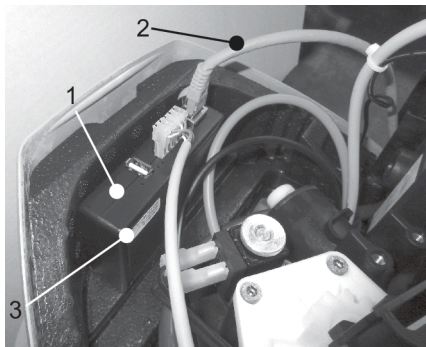
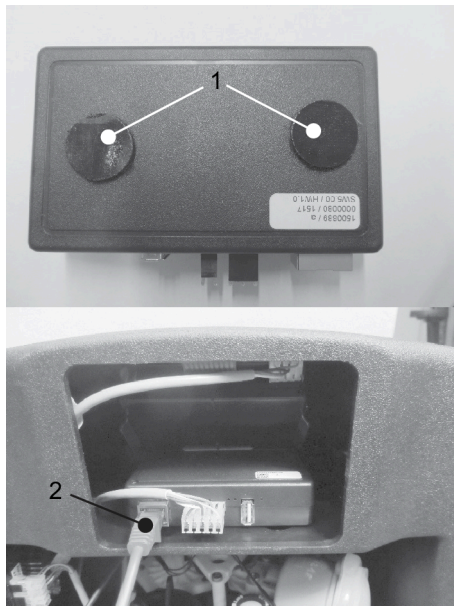

Fig. 2: Mise en place du module pour SOFTwell P et SOFTwell S
Fig. 3: SOFTwell K: Fixation à l'aide de tampons adhésifs auto-agrippants / position de montage
Pour SOFTwell P et SOFTwell S (Figure 2):
Pour SOFTwell K (Figure 3):
- Emboîter le câble LAN dans la prise LAN du module de connectivité (cf. Figure 2 pour SOFTwell P et SOFTwell S / cf. Figure 3 pour SOFTwell K).